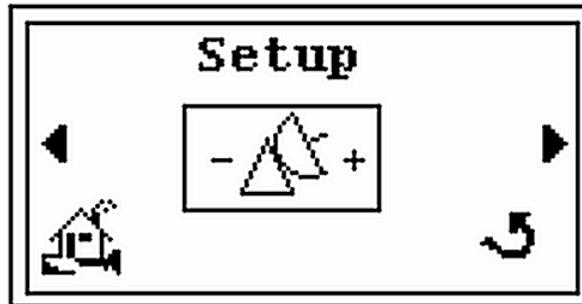

**Figure 2-8** Ecran de configuration pour le réglage du rétroéclairage
3. Presser **Enter** et l'écran de configuration apparaît (Figure 2-8).